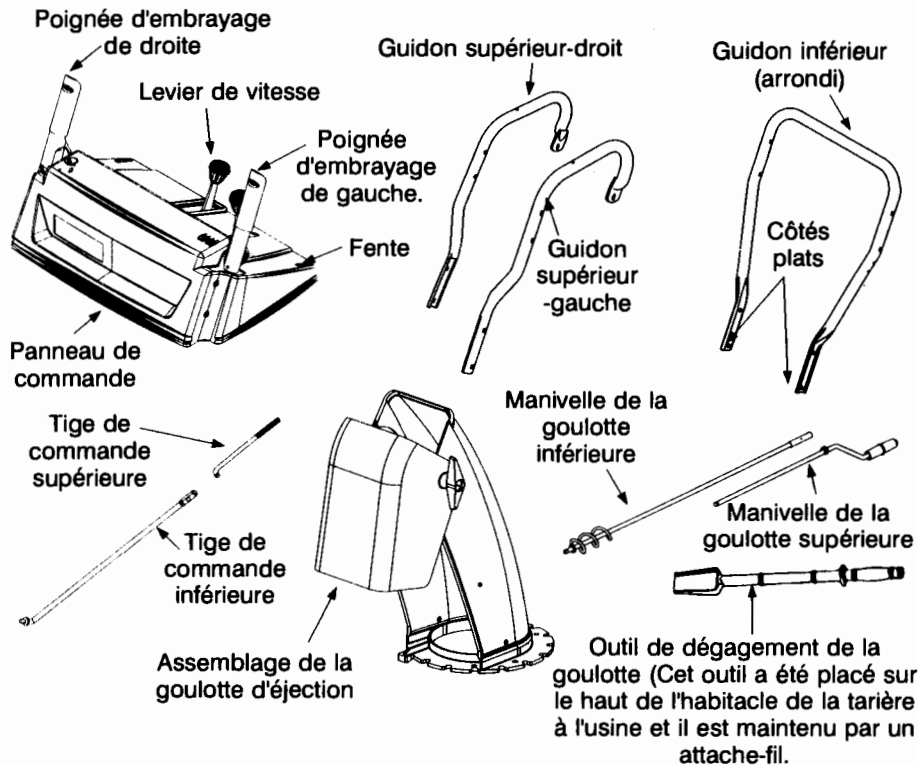

FIGURE 2 - PIÈCES DÉTACHÉES DANS LE CARTON
- Positionnez le panneau de commande entre les guidons de manière que les extrémités des guidons passent à travers les **fentes** du tableau de commande. Voir la Figure 2. **Remarque:** Les parties plates sur les extrémités des guidons doivent être tournées vers l'intérieur pour l'assemblage sur le support du tableau de bord.